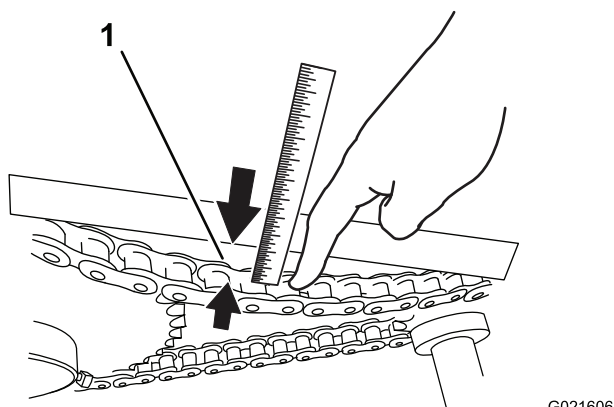

Figura 42
2. Coloque una regla sobre la cadena desde un piñón a otro (Figura 42).
3. Presione la cadena con el dedo con una fuerza de 6.8 kg (15 libras) en el punto intermedio entre los piñones (Figura 42).